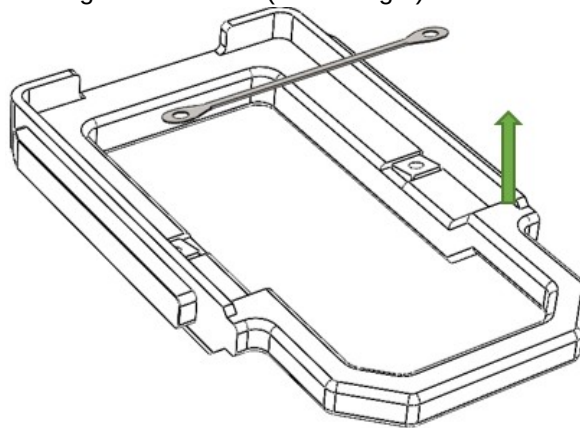

Abbildung 7. Messerdemontage, Ansicht 4
8. Das Messer austauschen und die oben genannten Verbindungselemente montieren. Achten Sie besonders auf die Ausrichtung der Schneide (Abbildung 7).